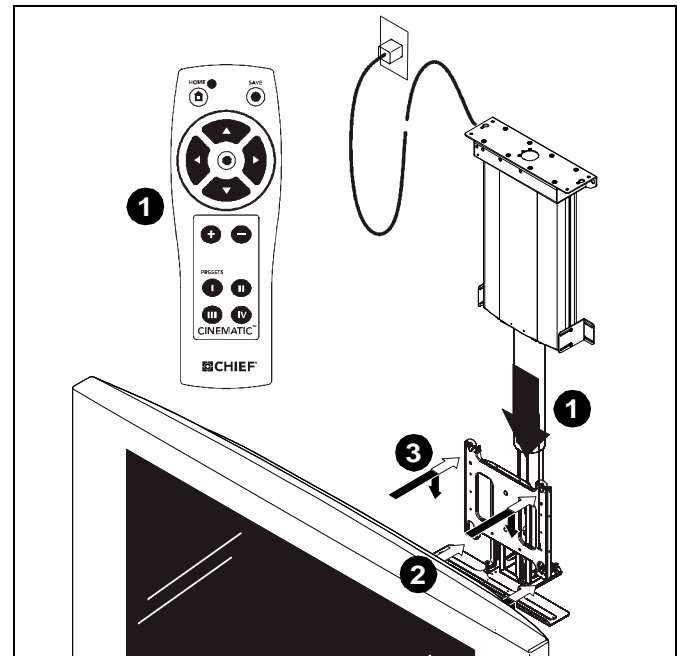
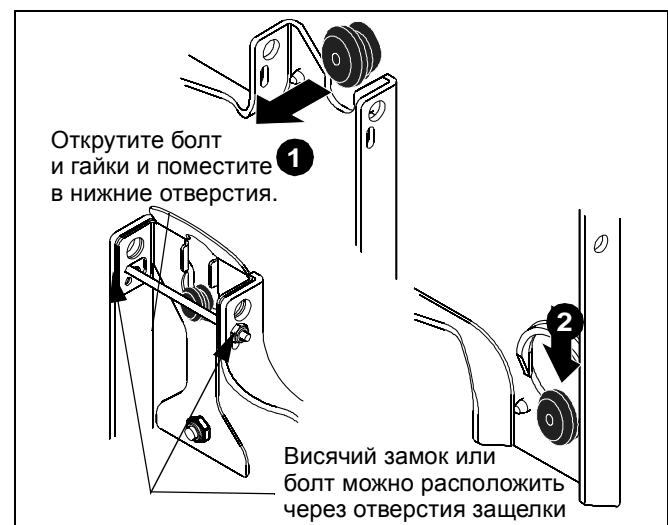

рис. 18
рис. 19
2. Поддерживая монитор с двух сторон, выровняйте положение четырех монтажных крепежей на мониторе или соединительный кронштейн с четырьмя монтажными отверстиями на лицевой панели. (см. рис. 18) и (см. рис. 19)
убедиться, что поверхность с выемкой монтажных крепежей правильно установлена в нижней части монтажных отверстий и сработал механизм защелкивания. (см. рис. 18) и (см. рис. 19)
**ПРИМЕЧАНИЕ.** Отверстия на лицевой панели предназначены для использования висячего замка или при необходимости подобного фиксирующего устройства. Кроме того, можно открутить болт и гайку из верхних отверстий и поместить в нижние отверстия, чтобы они выступали в качестве фиксирующего устройства в течение более длительного времени. (см. рис. 19)